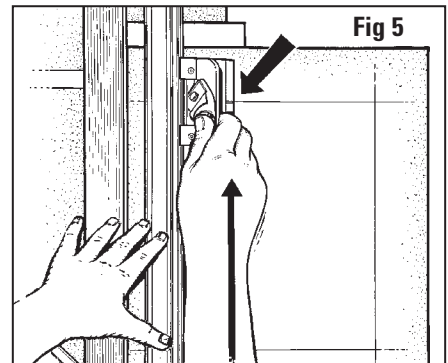

Fig 5
- Avec la main gauche appliquant une pression d'appui sur le rail de guidage, faites glisser le couteau biseauté vers l'avant jusqu'à ce que le repère de début et de fin s'aligne avec la ligne tracée au crayon. **NE DÉPASSEZ PAS CETTE LIGNE ! Fig. 5**
- Drücken Sie mit der linken Hand nach unten auf die Führungsschiene, schieben Sie den Winkelschneider nach vorne, bis die Start0 und Stopp-Anzeigelinien der oberen Bleistiftlinie entsprechen. **GEHEN SIE NICHT ÜBER DIESE LINIE HINAUS! Abb. 5**
- Con su mano izquierda y aplicando presión sobre el carril guía, deslice el cortador biselado hacia adelante hasta que el indicador de inicio y de parada se alinee con la línea de lápiz superior. **¡NO VAYA MÁS ALLÁ DE LA LÍNEA! Fig. 5**
- Esercitando pressione sulla rotaia di guida con la mano sinistra, far scorrere in avanti la taglierina per passepartout a smusso finché l'indicatore di inizio e di fine non si allinei con la linea tracciata a matita superiore. **NON SUPERARE LA LINEA! Fig. 5**